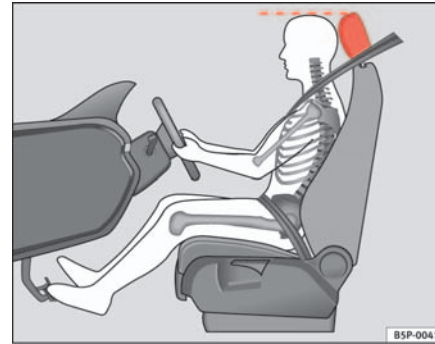

Abb. 2 Die richtige Kopfstützeinstellung des Fahrers
- Stellen Sie die Kopfstützen so ein, dass die Oberkante der Kopfstütze sich möglichst auf einer Linie mit dem oberen Teil Ihres Kopfes befindet ⇒ **Abb. 2**.